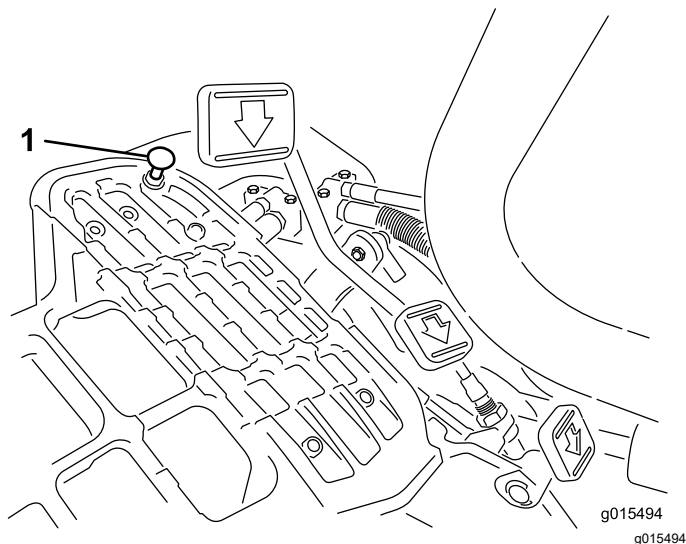

Figura 40
Para obter a velocidade máxima de transporte, engate a alavanca de controlo de função na posição TRANSPORTE e carregue para baixo no pedal de tração. Se o pedal entrara em contacto com o batente (Figura 40) antes de sentir tensão no cabo, é necessário efetuar o seguinte procedimento de ajuste:
1. Ponha a alavanca de controlo de funcionamento na posição TRANSPORTE e liberte a porca de bloqueio que fixa o batente do pedal à placa inferior (Figura 40).